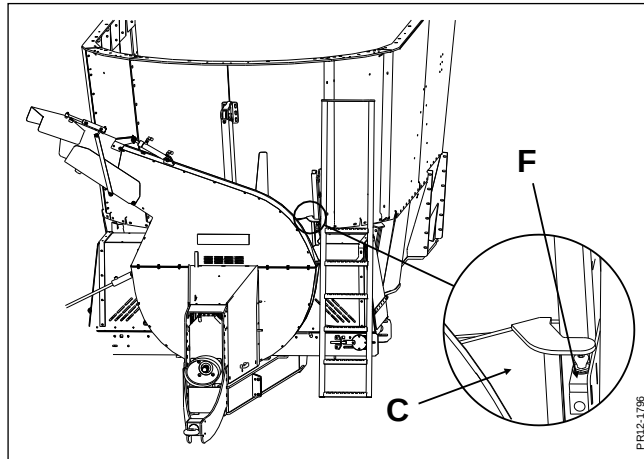

Abb. 2-5
Abb. 2-5 Wenn (C) abgesenkt ist, wird der Kontakt (F) hergestellt, und die Dosierwalze kann rotieren. Wenn (C) angehoben und (F) abgebrochen wird, kann die Dosierwalze nicht rotieren.